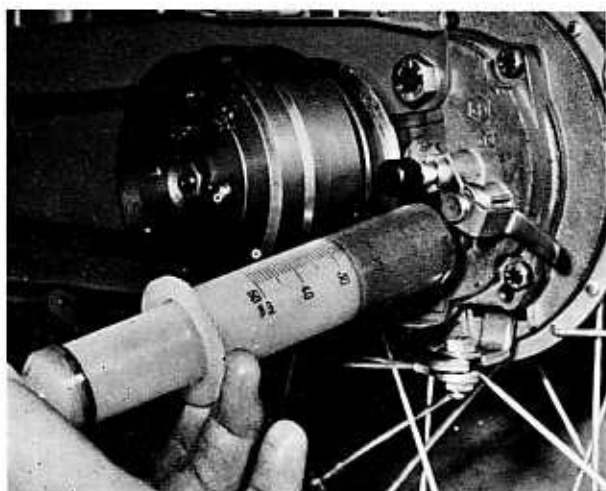

Bild 58
- Beim Zusammenbau muss für einen öldichten Abschluss immer eine neue Gehäusedichtung eingelegt werden. Die Antriebsteile auf dem Deckel zusammenbauen und erst dann in das Gehäuse einsetzen. Die Befestigungsschrauben einsetzen und festziehen. Nicht vergessen, das Abdeckband von der Bremsbacke abzunehmen, falls ein solches angebracht wurde. Das Rad wird in der umgekehrten Ausbaureihenfolge wieder in den Rahmen eingebaut. Die Nabe bis zur Höhe der Einfüll- und Kontrollöffnung unterhalb des Druckknopfes zum Auskuppeln des Antriebs mit Öl füllen (Bild 58). Es darf nur Getriebeöl SAE EP90 eingefüllt werden, gewöhnliches Motorenöl genügt den Anforderungen nicht. Solches Öl ist in Kunststoffbeuteln erhältlich, die das Einfüllen sehr erleichtern.